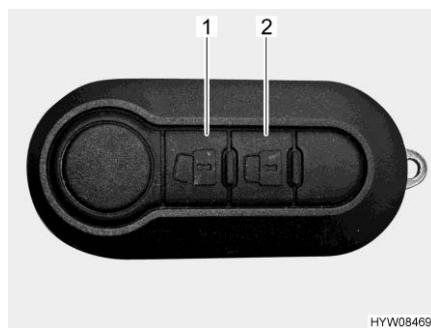

Fig. 48 Telecomando (chiusura centralizzata)
- Premere una volta brevemente il tasto (Fig. 48,1). Le serrature sono sbloccate. Il bottone di sicurezza scatta automaticamente all'infuori.
- Premere una volta brevemente il tasto  (Fig. 48,2). Le serrature sono bloccate. Il blocco delle serrature viene segnalato tramite gli indicatori di direzione del veicolo.